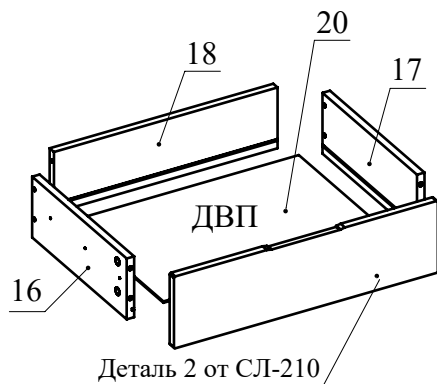

Рис.15
13. Соберите ящик, согласно схеме (Рис. 15).